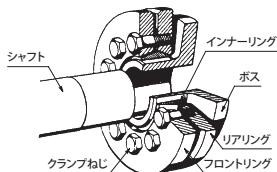

図11
- クランプディスクのフロントリング、リアリング、インナーリングのテーパ面には予めグリス(モリブデン二硫化物)を塗布していますがそのまま使用してください。シャフト・ボスなどの接触部を清掃し、薄くオイルを塗布してください。但し、**※ モリブデン二硫化物や極圧添加剤入りのオイルやグリスは厳禁です。**(図11)